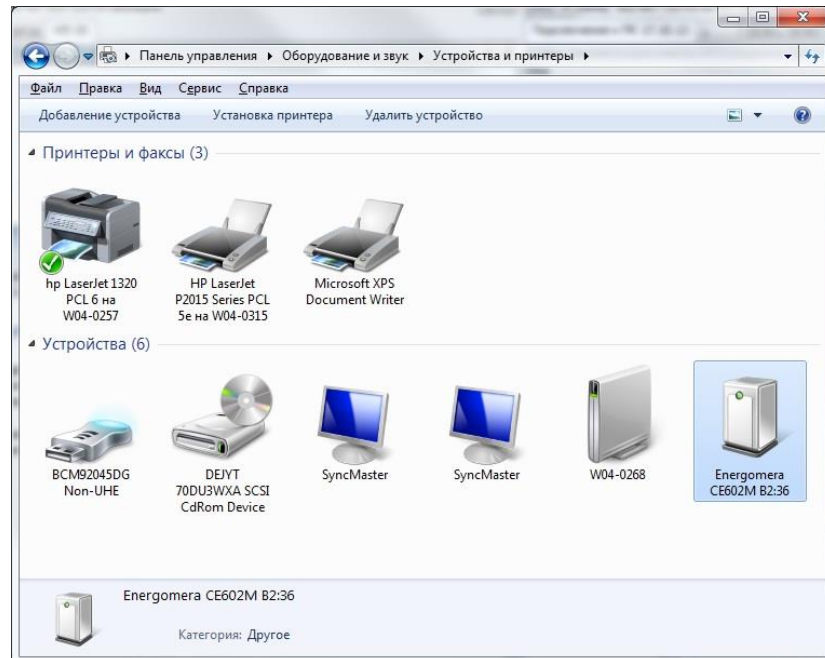

Рисунок 3.15 – «Устройства и принтеры».
- в окне «Устройства и принтеры» (рисунок 3.15), щелкнуть левой кнопкой мыши на устройстве «Energomera CE602M XX:XX», в появившемся списке выбрать пункт «Свойства»;